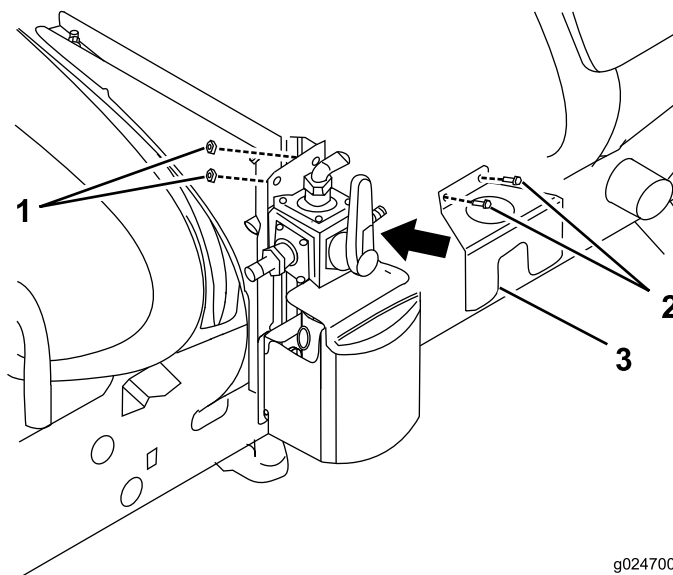

Figura 17
4. Instale el soporte de la placa identificativa en el soporte de montaje de la válvula con 2 pernos con arandela prensada y 2 tuercas con arandela prensada (Figura 17).